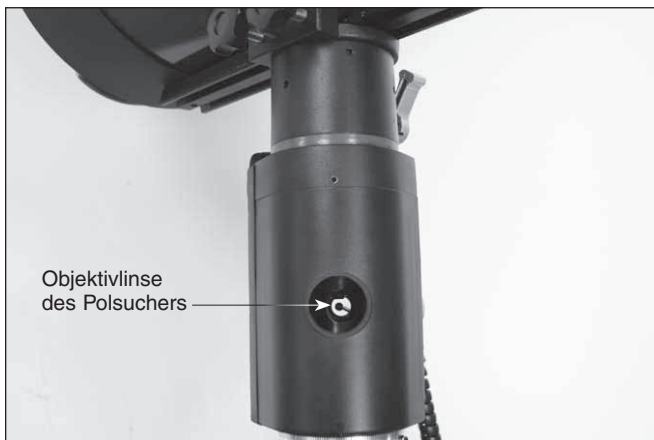

Abbildung 10. Das optische Rohr muss über die dek. Achse gedreht werden, bis Sie eine klare Ansicht entlang der RA-Achse mit dem Polsucher erhalten.
1. Lösen Sie den Dek-Verriegelungshebel und drehen Sie den optischen Tubus auf die Deklinationsachse, bis die Öffnung in der Dek-Welle mit der vorderen Öffnung des Gehäuses ausgerichtet ist (**Abbildung 10**). Dies ermöglicht eine klare Sicht durch den Polsucher entlang der RA-Achse. Ziehen Sie dann den Dek-Arretierhebel wieder fest.
3. Lösen Sie den Dek-Verriegelungshebel und drehen Sie den optischen Tubus, bis das Loch der Dek-Welle in gleicher Linie mit der vorderen Öffnung des Gehäuses ist (**Abbildung 10**), und Sie